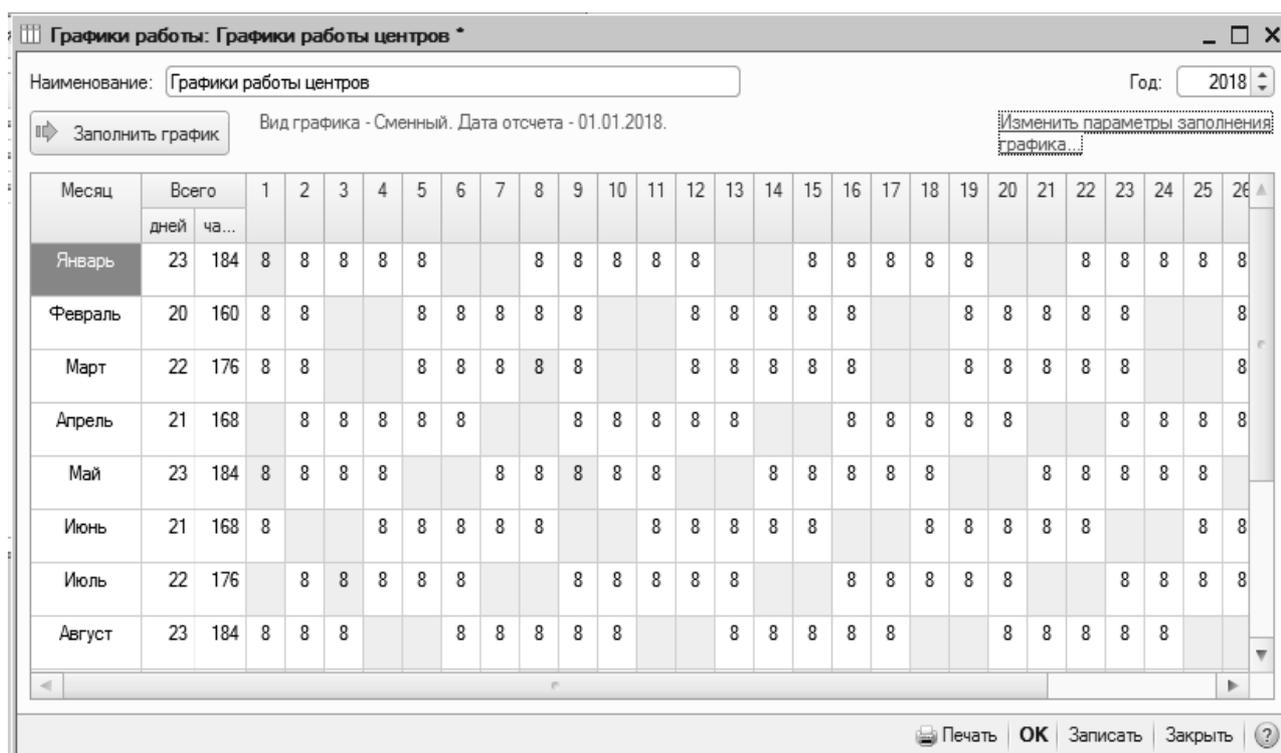

Рис. 7.20. Формирование графика работы центров
- нажмите кнопку **Заполнить**. В результате форма **Графики работы центров** примет вид согласно рис. 7.20;